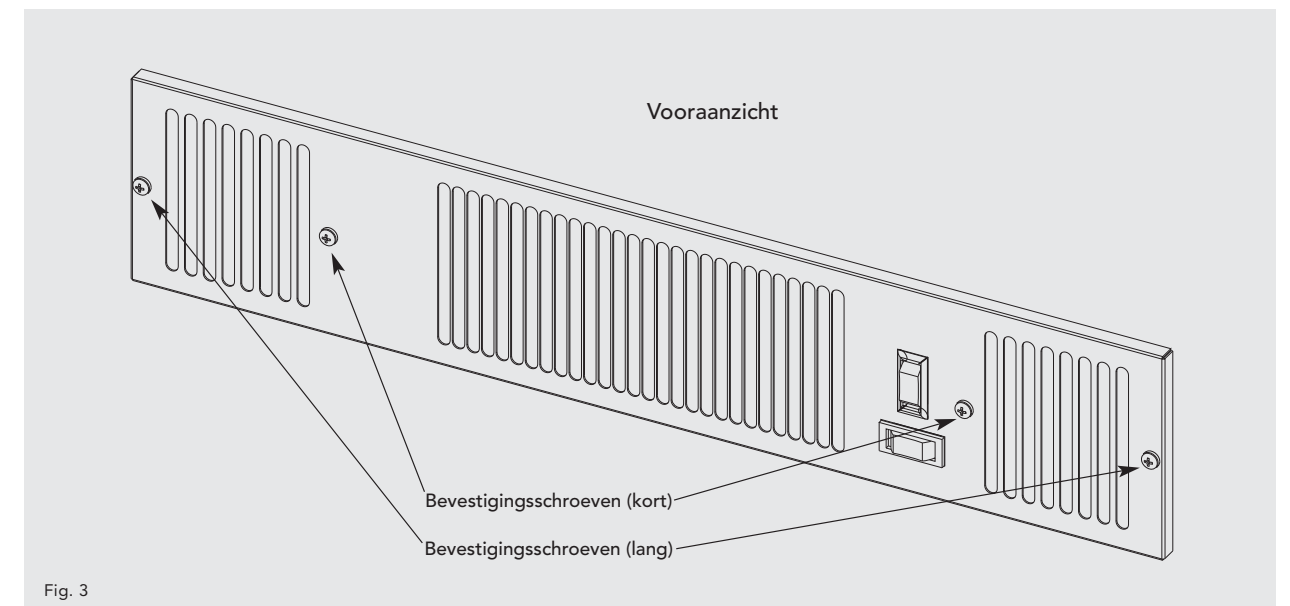

Fig. 3
- Breng de grille in lijn met de KICKSPACE® en bevestig deze met de twee meegeleverde schroeven (gebruik de korte schroeven). (Zie fig 3).
- Bevestig het toestel met grille aan de plint met de twee meegeleverde schroeven (gebruik de lange schroeven). (Zie fig 3).